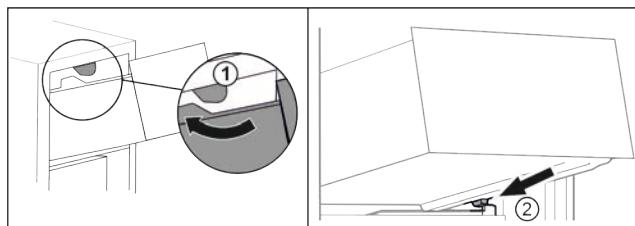

Fig. 21
- Обведите выдвижной ящик вокруг верхнего стопора Fig. 21 (1).
- Наклоняя вниз, установите выдвижной ящик за нижние стопоры на контейнерное ребро Fig. 21 (2).